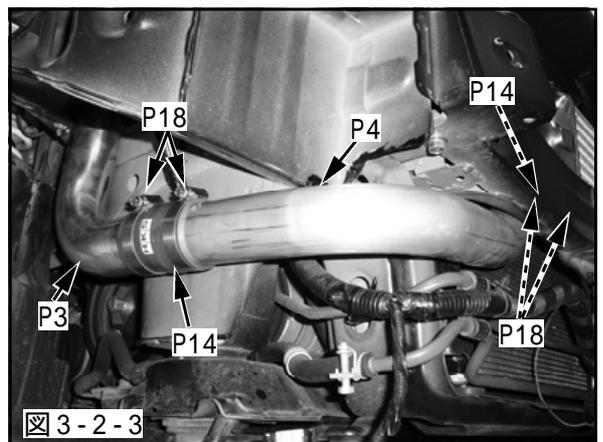

図 3-2-3
(4) インレットパイプ 3をインレットパイプ 2, インタークーラコアAssyに仮付けしてください。その際、ボディとインレットパイプ 2, 3が干渉する恐れのある部分に、スポンジシートを適切な長さに切取って貼付けてください。(図3-2-3)